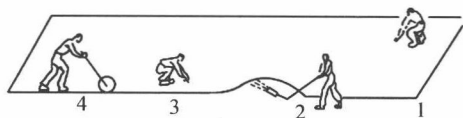

图 1-11 展铺法铺贴热熔卷材
展铺法	展铺法是先把卷材平展铺于基层表面,再沿边缘掀起卷材予以加热卷材底面和基层表面,然后将卷材粘贴于基层上。 展铺法主要适用于条粘法铺贴卷材,其施工操作方法如下: (1)先把卷材展铺在待铺的基面上,对准搭接缝,按与辊铺法相同的方法熔贴好,始端部卷材。 (2)若整幅卷材不够平整,可把另一端(末端)卷材卷在 1 根 $\phi 30 \text{ mm} \times 1500 \text{ mm}$ 的木棒上,由 2~3 人拉直整幅卷材,使之无皱折、波纹,并能平服地与基层相贴为准。 (3)当卷材对准长边搭接缝的弹线位置后,由一人站在末端卷材上面做临时固定,以防卷材回缩。 (4)固定好末端后,从始端开始熔贴卷材。操作时,在距始端约 1500 mm 的地方,由手持喷枪的工人掀开卷材边缘约 200 mm 高(其掀开高度以喷枪头易于喷热侧边卷材的底面胶黏剂为准),再把喷枪头伸进侧边卷材底部,开大火焰,转动枪头,加热卷材边宽约 200 mm 左右的底面胶和基面,边加热边沿长向后退。另一人拿棉纱团,从卷材中间向两边赶出气泡,并将卷材抹压平整。最后一人紧随其后及时用手持压辊压实两侧边卷材,并用抹刀将挤出的胶黏剂刮压平整,如图 1-11 所示。 (5)当两侧边卷材热熔粘贴只剩下末端 1000 mm 长时,与滚铺法一样,熔贴好末端卷材。这样每幅卷材的长边、短边四周均能粘贴于屋面基层上